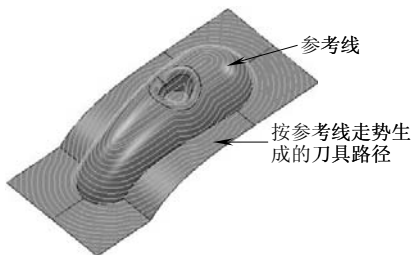

图 4-3 按参考线的形状和走势生成的刀具路径
1) 参考线: 由读者指定一条已经创建好的参考线, 系统按照这条参考线的形状和走势计算三维偏置刀具路径, 如图 4-3 所示。